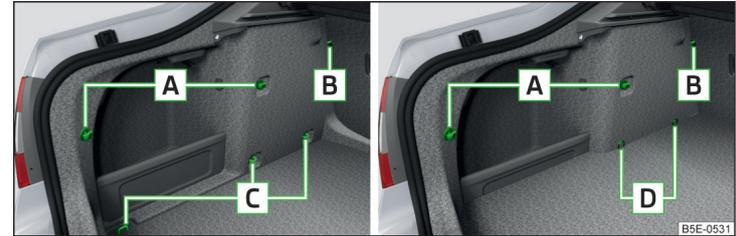
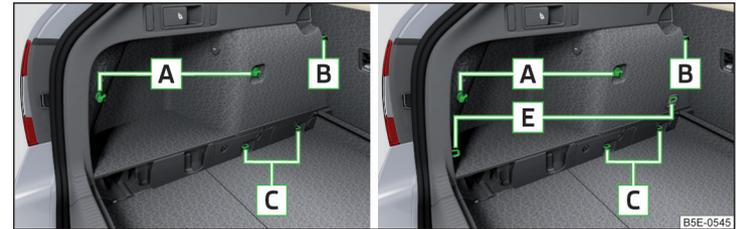
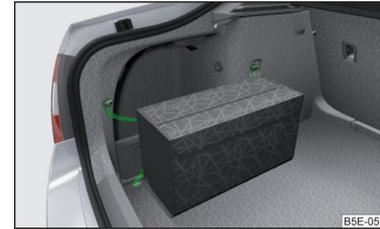

Abb. 102 Befestigungselemente: Variante 1 / Variante 2 (G-TEC)
Abb. 103 Befestigungselemente: Variante 3 / Variante 4
Abb. 106
**Übersicht der Befestigungselemente** » Abb. 102 und » Abb. 103
Wenn das Fahrzeug mit dem variablen Ladeboden ausgestattet ist und dieser sich in der oberen Position befindet, dann können für die Befestigung der Netze die Verzurrösen **E** » Abb. 103 auf Seite 97 verwendet werden.
Bei Fahrzeugen mit Verzurrösen **D** » Abb. 102 auf Seite 97 kann nur die Quertasche hinter den Sitzen und das Bodennetz befestigt werden (das Netz kann im hinteren Bereich an den hinteren Befestigungselementen **A** » Abb. 102 auf Seite 97 befestigt werden).
Die Tasche » Abb. 106 kann an den Befestigungselementen **A** sowie an der hinteren und mittleren Verzurröse **C** » Abb. 102 auf Seite 97 befestigt werden.